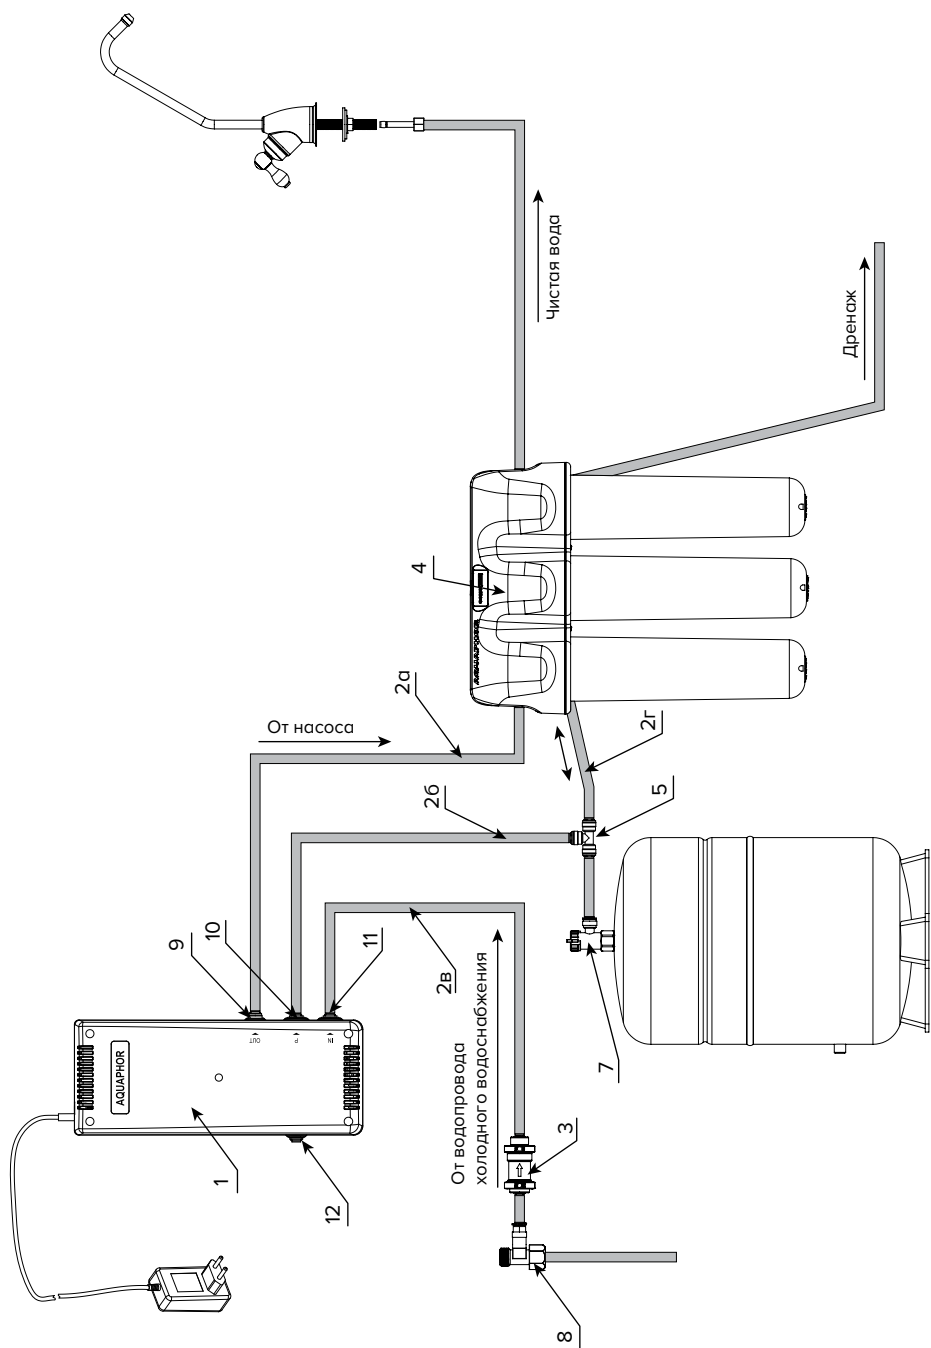

Рисунок 8. Схема подключения КПАД водоочистителю Аквафор OSMO Pro 50 (OSMO Pro 100)
ПОДКЛЮЧЕНИЕ КПД К ВОДООЧИСТИТЕЛЮ АКВАФОР OSMO Pro 50 (OSMO Pro 100) (рис. 8)
- Отсоедините трубку JG (2а) от штуцера узла подключения (8).
- Трубку JG (2а) подсоедините к штуцеру (9) КПД.
- Трубку с редуктором (3) подсоедините к штуцеру узла подключения (8). Убедитесь, что направление стрелки на корпусе редуктора соответствует показанному на рис. 8. Далее соедините редуктор со штуцером (11) КПД трубкой JG (2в).
- Отсоедините трубку (2г) от выходного штуцера крана накопительного бака (7). На ее место установите трубку с тройником из комплектации КПД (5).
- К свободным выходам тройника подсоедините трубки (2г) и (2б). Затем второй конец трубки (2б) подсоедините к штуцеру (10) КПД.